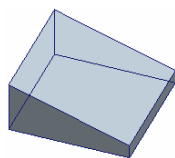

图 5.36.2 实体拉伸特征 1
Step2. 创建图 5.36.2 所示的零件基础特征——实体拉伸特征 1。